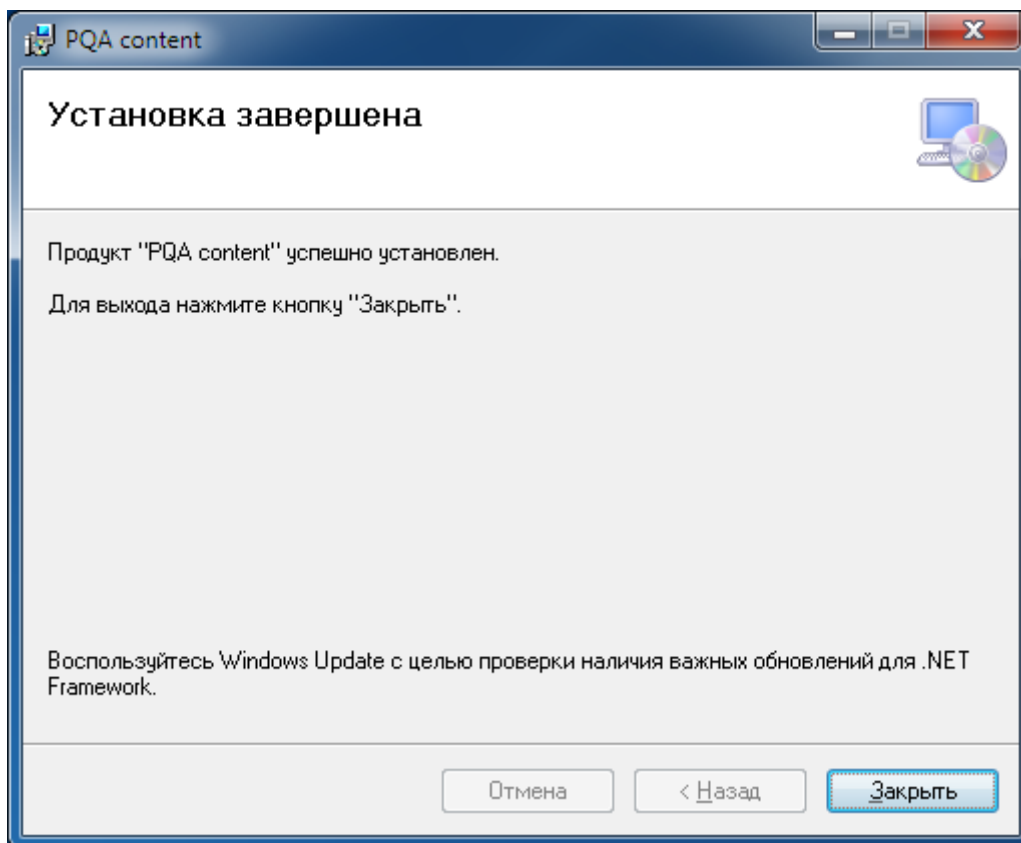

Рисунок 3.2.5 Диалог «Завершение установки»
3.2.5 После успешного окончания установки выводится соответствующий диалог «Завершение установки» (Рисунок 3.2.5). Для выхода из программы установки необходимо нажать кнопку «Закреть».